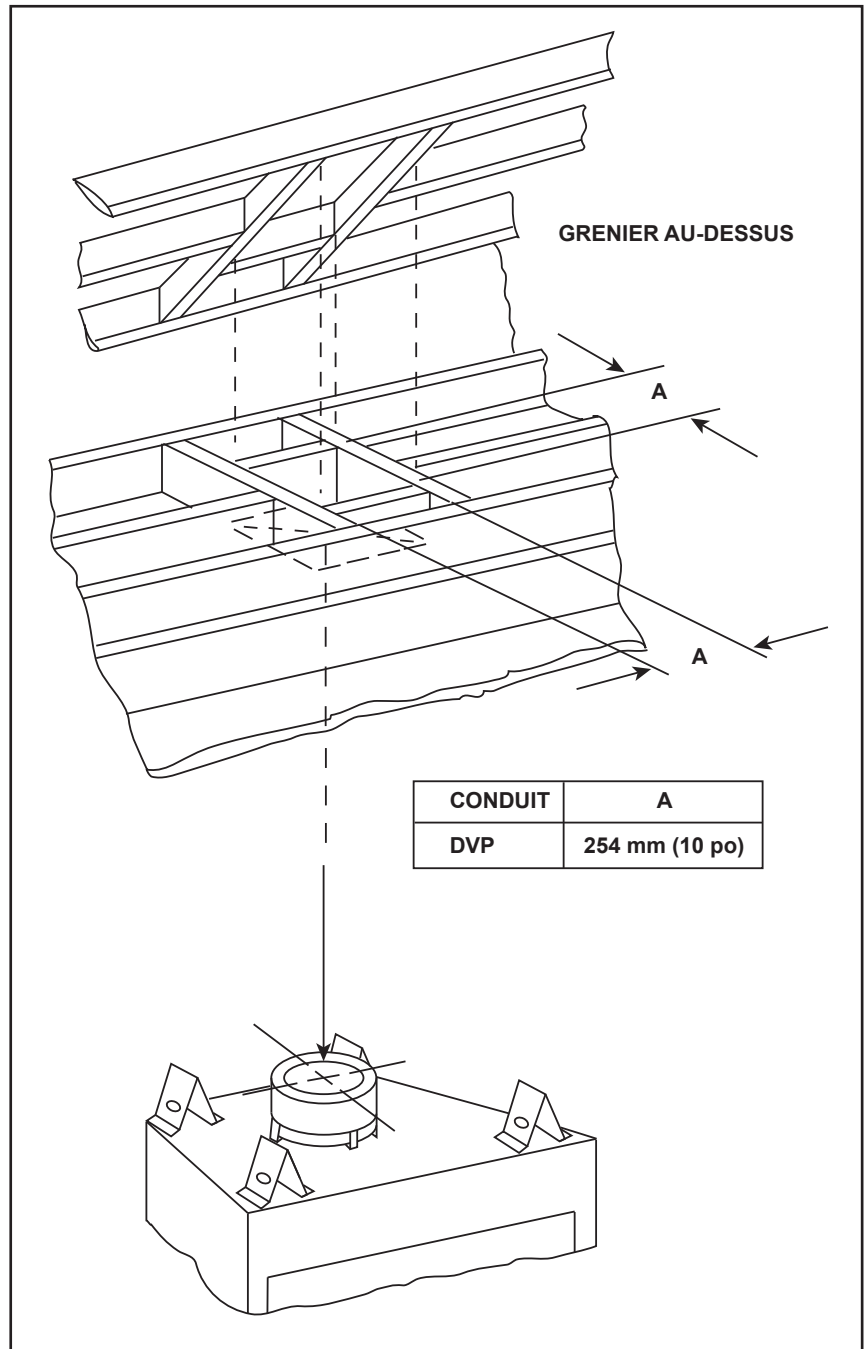

Figure 5.3 Installation du pare-feu du plafond
- **Conduit DVP seulement** - encadrez une ouverture de 254 mm par 254 mm. (10 x 10 po) quand le conduit d'évacuation traverse un plancher/plafond (voir la figure 5.3).